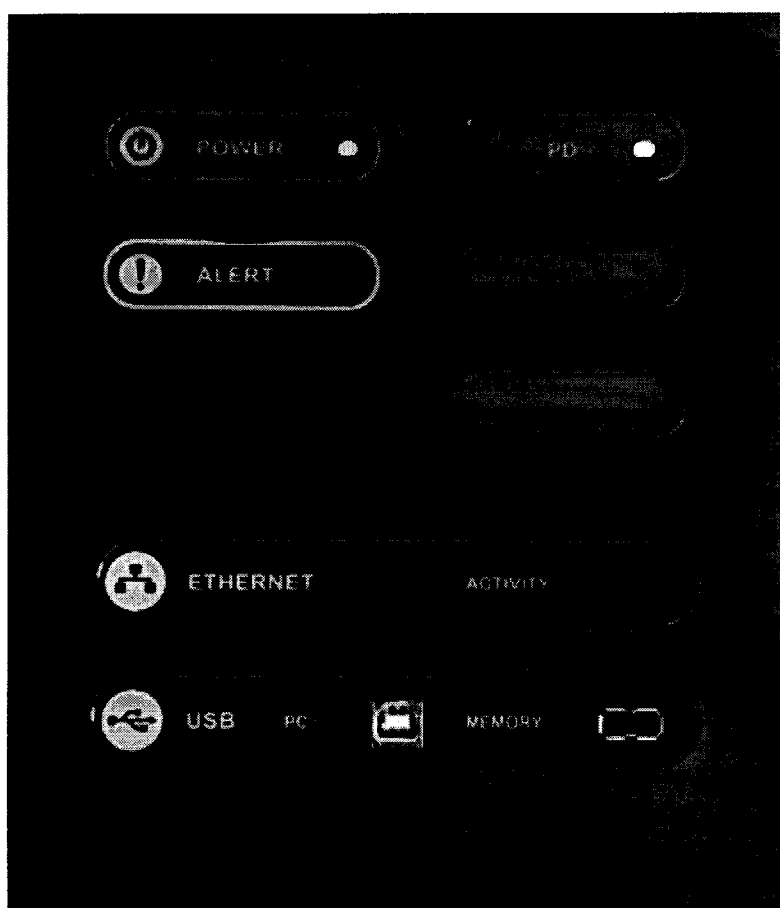

Рисунок 4 – Лицевая панель системы модификации PDTracII
*Результаты проверки считаются удовлетворительными*, если после включения системы модификации PDTracII в сеть питания 220 В на лицевой панели светодиод POWER горит зелёным цветом (см. рисунок 4), внутри модуля процессора светодиод SUP OK мигает, светодиоды 1V25, 1V2, 3V3, 2V5 системы также горят зелёным цветом (см. рисунок 3).
- систему модификации TGA-BP подключить к питающей сети 220 В, как показано на рисунке 5, нажать клавишу «POWER» на лицевой панели (см. рис.4). После включения системы модификации TGA-BP в сеть питания светодиод на лицевой панели должен гореть зелёным цветом;